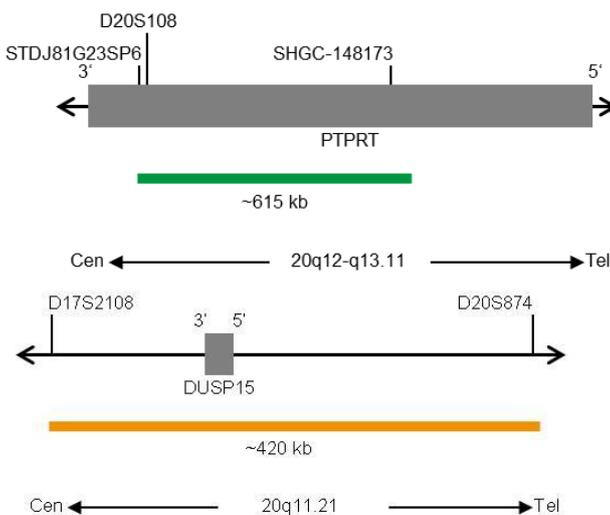

Fig. 1: Arriba: SPEC PTPRT Mapa de la sonda; abajo: SPEC 20q11 Mapa de la sonda (no está a escala)
- Polinucleótidos marcados en verde (excitación a 503 nm/emisión a 528 nm) ZyGreen (~10,0 ng/μl), dirigidos a secuencias localizadas en 20q12* (chr20:40,807,040-41,419,634) que albergan la región del gen PTPRT (ver Fig. 1).
- Polinucleótidos marcados en naranja (excitación a 547 nm/emisión a 572 nm) ZyOrange (~4,5 ng/μl), dirigidos a secuencias localizadas en 20q11.21* (chr20:30,301,019-30,719,110) (ver Fig. 1).